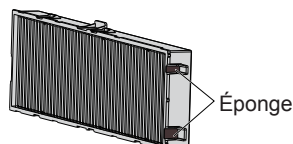

Fig. 1
- Veillez à ne pas enlever l'éponge (Fig. 1) située sur le côté du filtre à air lors du retrait ou de la fixation du filtre à air.